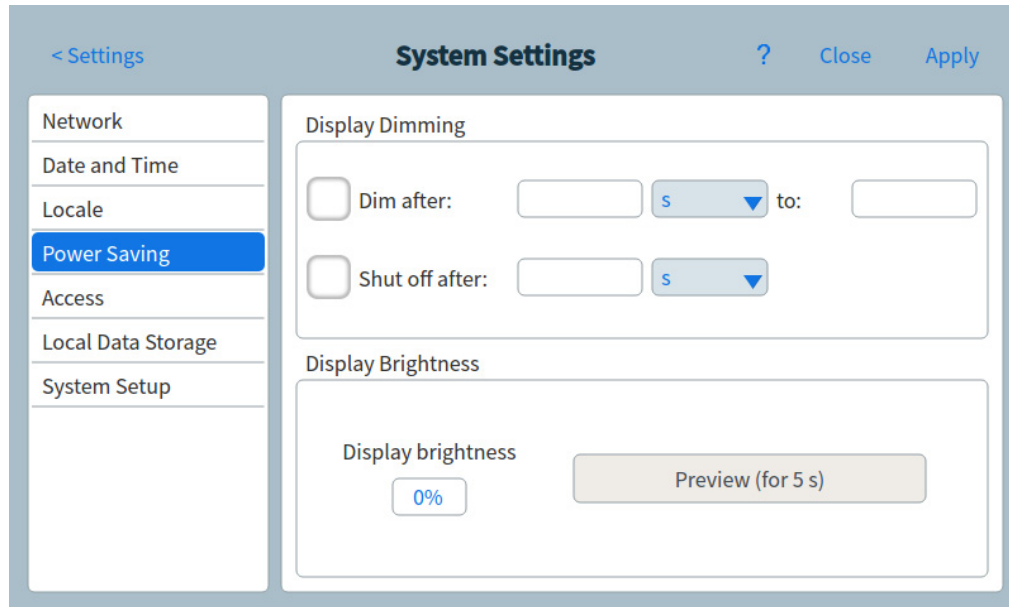

Abbildung 59. Seite „Power Saving“
- 1 Drücken Sie auf der Seite „System Settings“ (Systemeinstellungen) die Seitenauswahlschaltfläche **Power Saving (Strom sparen)**. Die Seite „Power Saving“ erscheint. Siehe **Abbildung 59**.